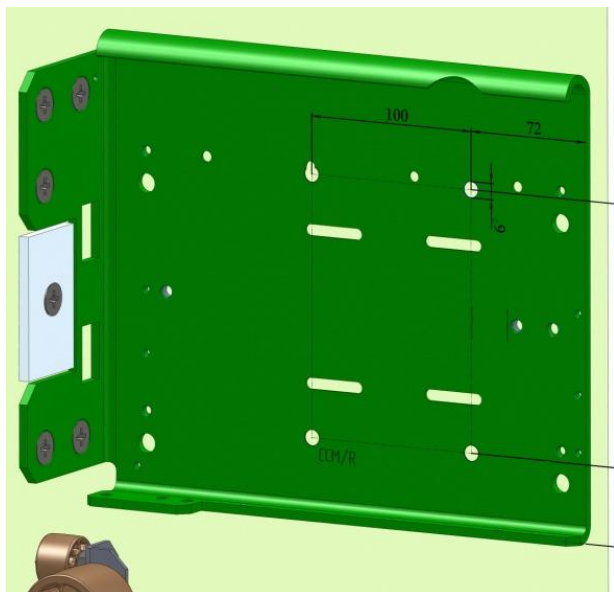
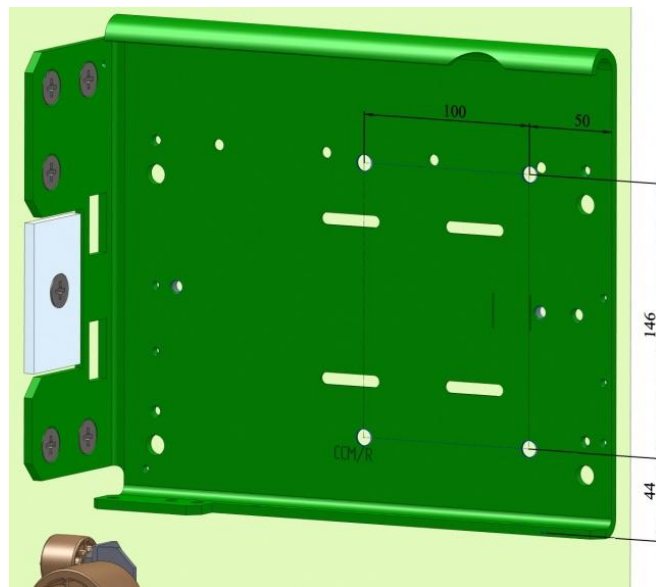
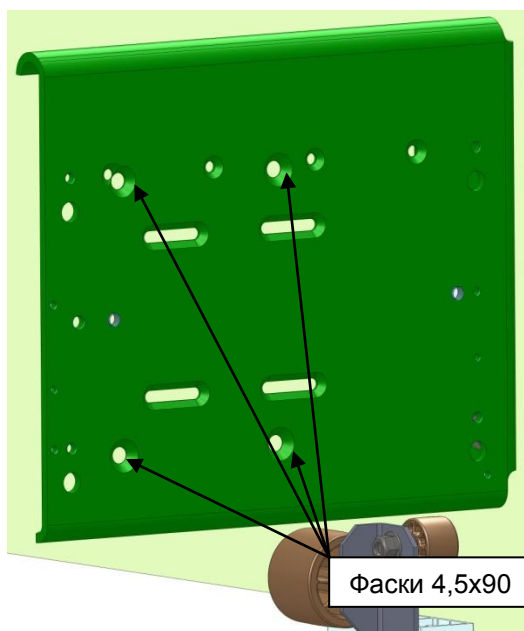

Рисунок 2.7. Засверловка отверстий в консоли CCM
Рисунок 2.8. Засверловка отверстий в консоли CCM
Рисунок 2.9. Засверловка отверстий в консоли CCM
**2.1.9.2.** При использовании привода SIMU серии T8 сверлить четыре отверстия диаметром 9мм согласно рис. 2.7 при предполагаемом диаметре катушки до 360 мм, или согласно рис. 2.8 при предполагаемом диаметре катушки свыше 360 мм. С обратной стороны на просверленных отверстиях выполнить фаски глубиной 4,5 мм под углом 90 (рис.2.9).